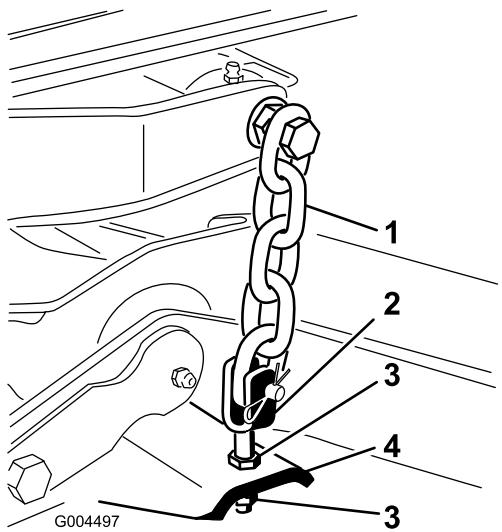

Figura 75
7. Ajuste las contratuerca que fijan las horquillas/cadenas de la parte trasera de la carcasa para elevar la parte trasera, hasta que la inclinación de las cuchillas sea de 8 mm (Figura 75).